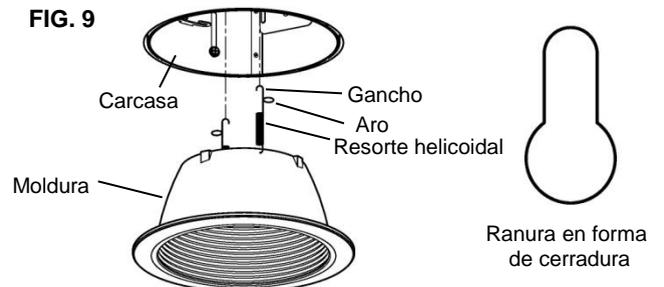

FIG. 9
- After installing and finishing the ceiling surface, insert the trim into the housing. Insert the tip of a pencil into the loop of one of the coil springs. Push the loop upward, stretching the coil spring, inserting the hook into one of the keyhole slots locate on the socket plate. Repeat with the remaining coil spring with the remaining keyhole slot to secure the trim in place. (FIG. 9)
- Después de instalar y terminar la superficie del techo, coloca la moldura en la carcasa. Inserta la punta de un lápiz en el aro de uno de los resortes helicoidales. Empuja el aro hacia arriba para estirar el resorte e inserta el gancho en una de las ranuras en forma de cerradura ubicadas en la placa del portabombillas. Repite este paso con el otro resorte helicoidal y la otra ranura en forma de cerradura para que la moldura quede fija en su lugar. (Fig. 9)
- Après l'installation et la finition de la cloison du plafond, insérez la garniture dans la niche. Insérez le bout d'un crayon dans l'anneau d'un des ressort à enroulement. Poussez l'anneau vers le haut afin d'étirer le ressort et insérez le crochet dans une des encoches en trou de serrure situées sur la plaque de la douille. Faites de même avec l'autre ressort et l'autre encoche en trou de serrure pour fixer la garniture en place. (Fig. 9)